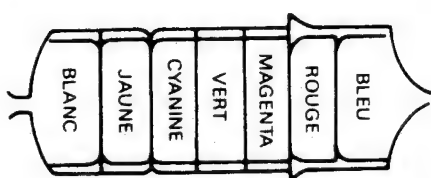

Figure 2-9.
3. En observant la sortie à TP5302 sur l'oscilloscope, ajuster la commande FL5304 de sorte que l'amplitude de la zone plate dans chaque signal RED (rouge) et BLUE (bleu) soit égalisée comme indiqué dans la Figure 2-9.